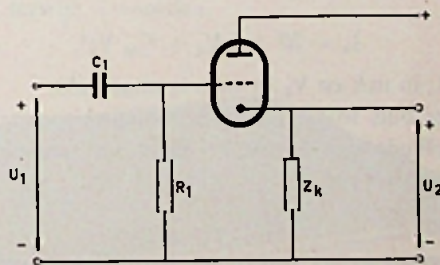

Fig. 11
② Van de kathodevolgenschakeling in fig. 11 is gegeven dat de waarden van C_1 en R_1 zo groot zijn dat voor het
- Geef een uitdrukking voor de spanningsversterking $\frac{U_2}{U_1}$, uitgedrukt in Z_k en de buisgrootheden. Fig. 12 dient te worden opgevat als een uitbreiding van fig. 11. De spoelen S_1 en S_2 zijn op één kern gewikkeld en mogen verliesvrij worden gesteld. De spreiding tussen de beide spoelen en de parasitaire capaciteiten mogen verwaarloosbaar klein worden gesteld. S_2 heeft $2 \times$ zoveel windingen als S_1 . De zelfinductie L_2 van S_2 bedraagt 10 mH. $C_2 = 10.000$ pF en $R_2 = 840 \Omega$. De versterkingsfactor μ van de buis bedraagt 21. De steilheid S van de buis is een onbekende grootheid.
- c. Bij de onder *b* berekende frequentie is de weerstand in de kathodeleiding $\frac{1}{4} R_2 = 210 \Omega$. Deze weerstand komt in plaats van de impedantie Z_k uit fig. 11. Volgens de onder *a* afgeleide formule is nu de signaalspanning tussen kathode en aarde